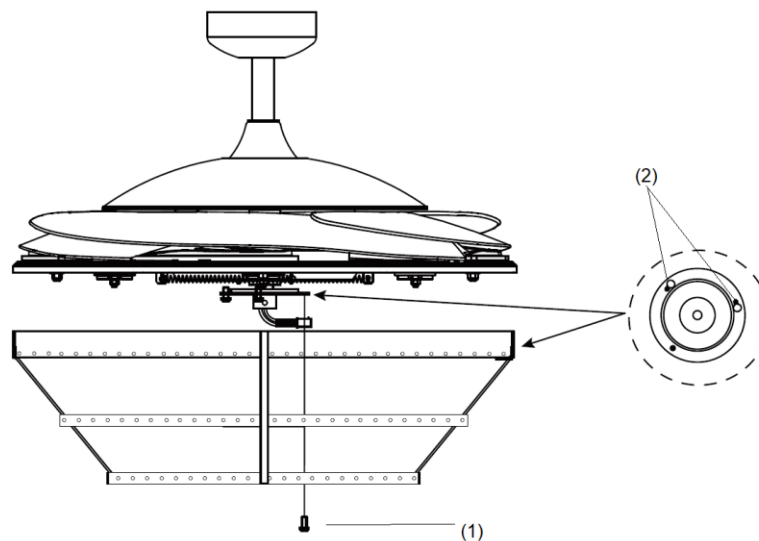

Abb. 6
INSTALLATION DES BELEUCHTUNGSSETS (Abb. 6 und 7)
1. Lösen Sie die Schraube (1) an der Ventilatorhalterung. Richten Sie die zwei Schlitzschrauben an den Schlüsselloch-Schlitz (2) der Leuchtenhalterung aus. (Abb. 6)
2. Drehen Sie das Beleuchtungsset gegen den Uhrzeigersinn, bis die Schlitzschrauben fest am Ende der Schlitz sitzen (2).
3. Fixieren Sie die Schraube (1) an der Halterung des Lampenschirms. Ziehen Sie alle drei Schrauben fest. Überdrehen Sie die Schrauben nicht.